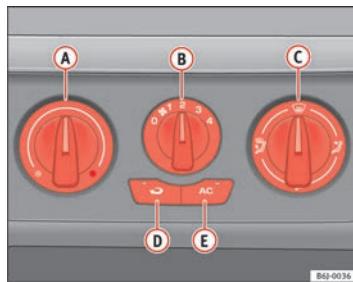

Abb. 92 In der Instrumententafel: Bedienelemente Klimaanlage
- Schalten Sie die Klimaanlage mit der Taste  Abb. 92  aus (die Kontrollleuchte in der Taste erlischt).
Im Umluftbetrieb => Seite 134, Abb. 92  (in der Taste leuchtet eine Kontrollleuchte auf) wird verhindert, dass starke Umweltgerüche in das Fahrzeuginnere gelangen können, die beispielsweise beim Durchfahren eines Tunnels oder in einem Stau auftreten können.